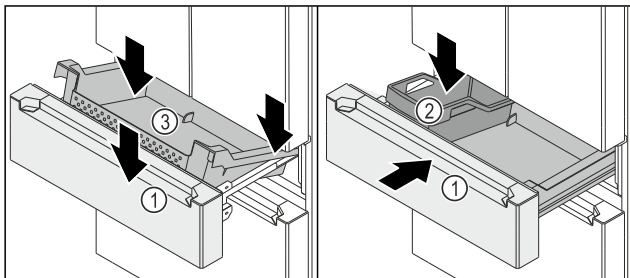

Fig. 149
- ❑ Le chariot à glissière Fig. 149 (1) est sorti.
- Positionner le bac Fig. 149 (3) sur l'arrière des rails, à gauche et à droite.
- Abaisser l'avant du bac Fig. 149 (3) de manière à ce que le bac Fig. 149 (3) entoure les rails à gauche et à droite.
- Installer la FlexBox Fig. 149 (2).
- Pousser le chariot à glissière Fig. 149 (1).